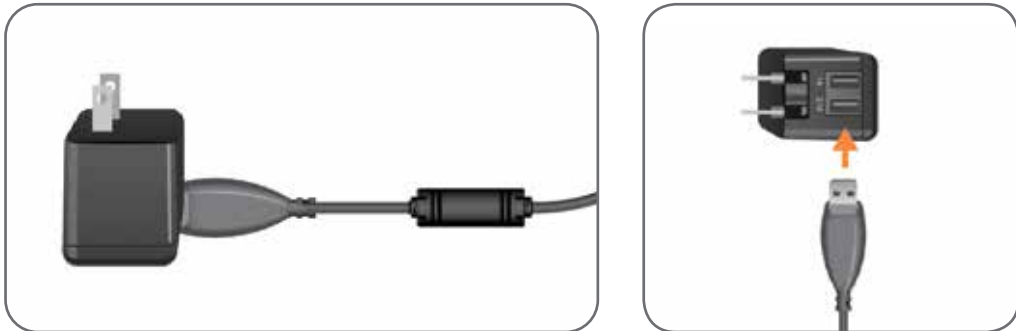

Figura 6-1. Collegamento del cavo di ricarica USB all'adattatore CA
2. Inserire l'estremità con il connettore USB del cavo di ricarica magnetico in una delle due porte USB disponibili dell'adattatore CA. (Figura 6-1).